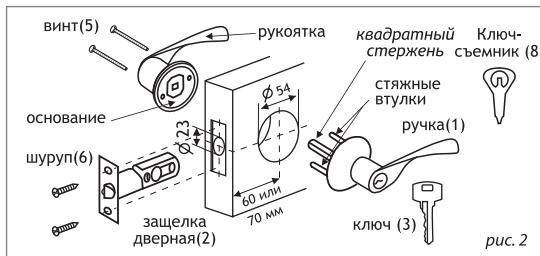
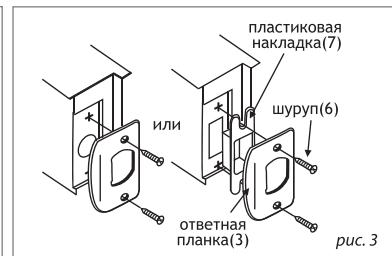

рис. 2
рис. 3
3. КОМПЛЕКТНОСТЬ (рис. 2), (рис. 3)
- 4.1. Разметка двери. Разметьте дверное полотно (рис. 2). Расстояние от торца двери до центра квадрата защелки дверной(2) в стандартных межкомнатных дверях – 60 мм, в стандартных входных дверях – 70 мм. Рекомендуемое расстояние от пола 1070 мм;
- 4.4. Установка ответной планки. Прикройте дверь и разметьте место под ответную планку(3), она должна находиться на одной высоте с защелкой дверной (2). Сделайте углубление в дверном коробе так, чтобы после установки поверхность ответной планки находилась на одном уровне с поверхностью дверного короба. Просверлите отверстие под ригель защелки дверной(2), или стамеской выберите место под пластиковую накладку(7) (рис.3). Ригель дверной защелки должен входить во всю длину в ответную планку(3). Блокировочный пин (рис. 8) (только в моделях с индексом 01) не должен входить в ответную планку, он остается частично утопленным в теле защелки дверной(2), что позволит избежать отжима ригеля тонким предметом. Закрепите ответную планку шурупами(6), входящими в комплект (рис. 3);